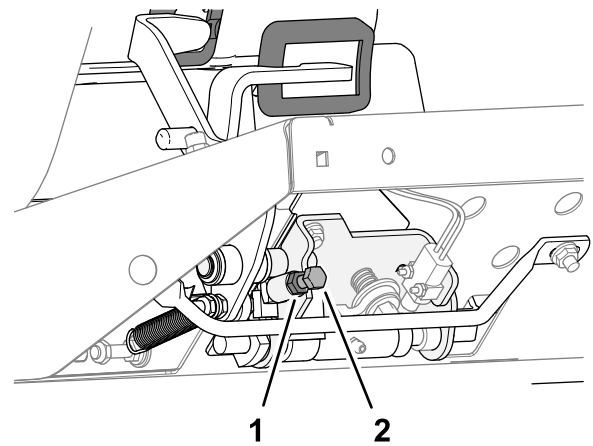

Figura 32
**Importante:** La velocidad de siega se ajusta en fábrica a 9,7 km/h. Puede aumentarse o reducirse ajustando el tornillo de tope de velocidad (Figura 32).